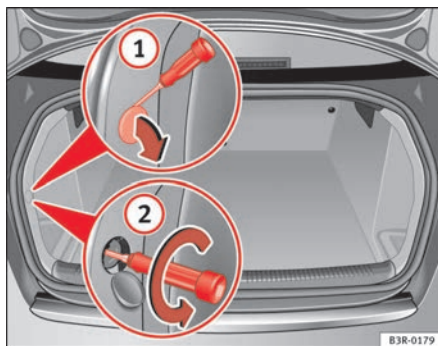
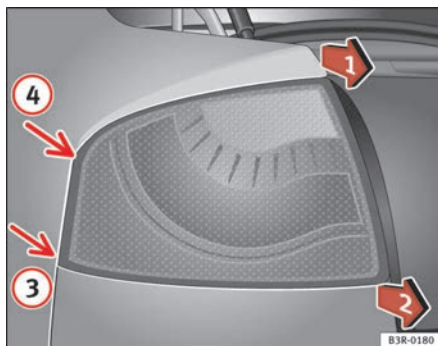

Abb. 208 Gepäckraum: Lage der Befestigungsschraube für Heckleuchte
Abb. 209 Ausbau der Heckleuchte im Seitenteil
- Hebeln Sie die Abdeckung an der Aussparung mit dem Schraubendreher ab ⇒ Abb. 208 ①.
- Lösen Sie die dahinterliegende Schraube mit dem Schraubendreher (Pfeile) ②.
- Ziehen Sie abwechselnd in Pfeilrichtungen ⇒ Abb. 209 Positionen ① und ②, bis die Heckleuchte sich aus der Lagerung (Positionen ③ und ④) löst.